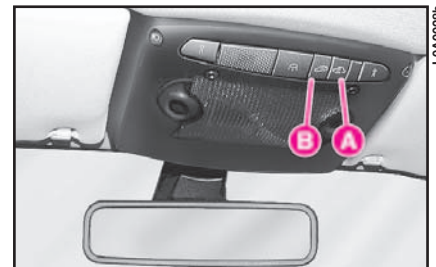

fig. 16
Per disattivare la protezione volumetrica premere il pulsante **A** (**fig. 16**) sulla plafoniera anteriore: quando la funzione viene disinserita, la spia sul pulsante lampeggia per circa 3 secondi e poi si spegne.
Per disattivare la protezione antisollevamento premere il pulsante **B** (**fig. 16**) sulla plafoniera anteriore: quando la funzione viene disinserita, la spia sul pulsante lampeggia per circa 3 secondi e poi si spegne.
– protezione volumetrica, disattivabile tramite il pulsante **A** (**fig. 16**) sulla plafoniera anteriore: quando la funzione viene disinserita, la spia sul pulsante lampeggia per circa 3 secondi e poi si spegne;
– protezione antisollevamento, disattivabile tramite il pulsante **B** (**fig. 16**) sulla plafoniera anteriore: quando la funzione viene disinserita, la spia sul pulsante lampeggia per circa 3 secondi e poi si spegne.